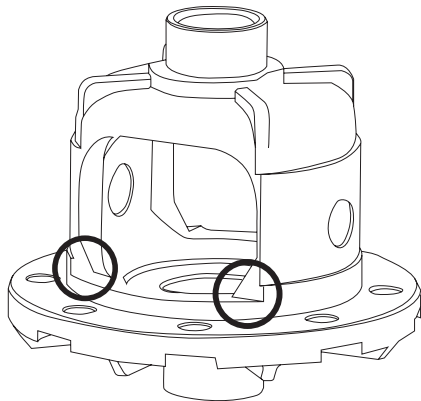

Рис. 2
1. В местах, помеченных на **Рис.2**, необходимо снять часть металла, используя круглый напильник или «дремель».